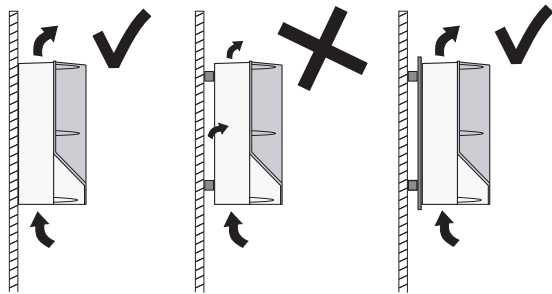

Fig. 4 Variador de frecuencia CUE colgado en la pared directamente o con una placa de instalación
- El gabinete del variador de frecuencia CUE debe colgarse en la pared directamente o con una placa de instalación. Consulte la fig. 4.